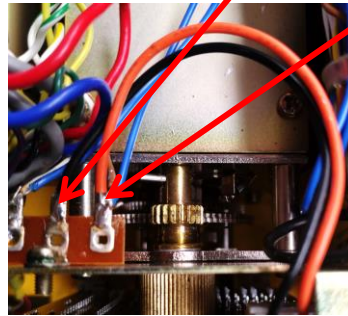

Abbildung 14
- Löten Sie die beiden vorbereiteten Kabel (**Schwarz** = Gnd und **Orange** = +13.5V) des Anzeigemoduls an die Lötstützpunkte gemäss Abbildung 14.